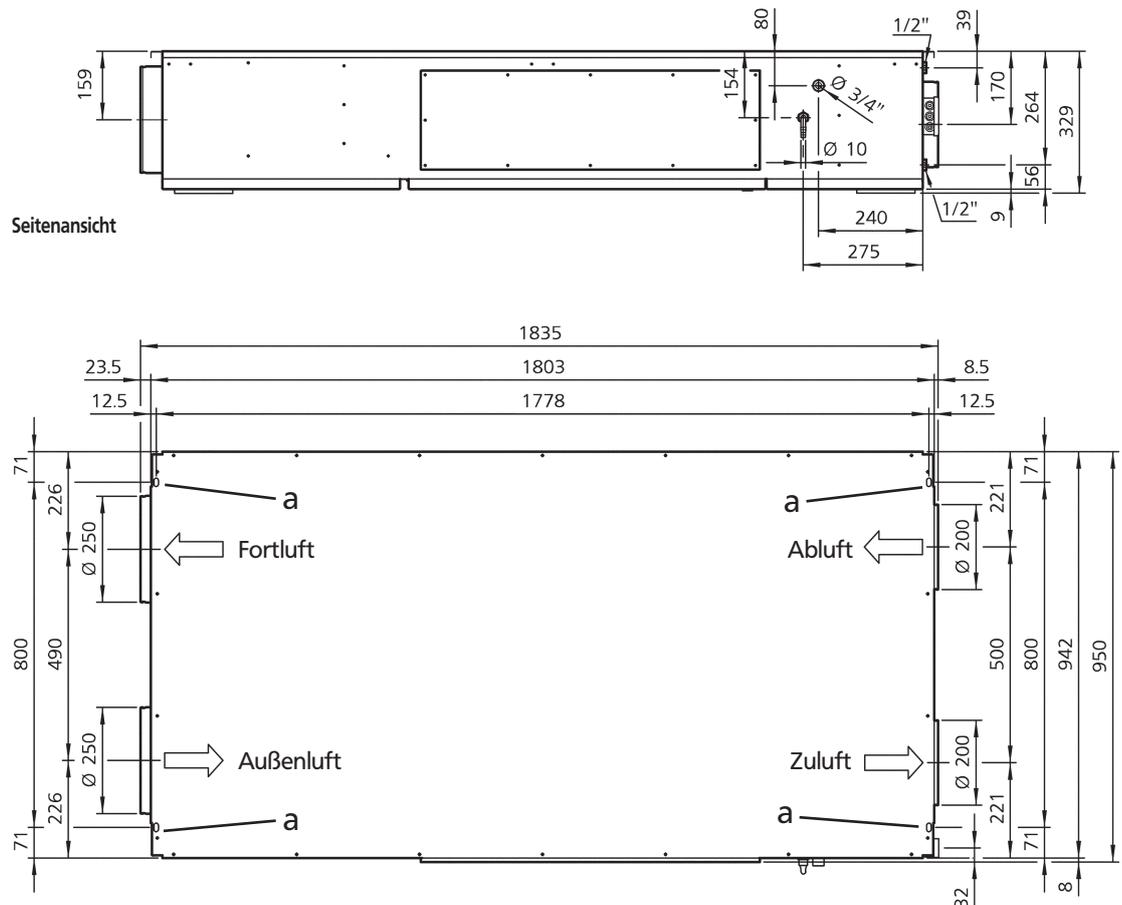

Abb. 7: Position Befestigungspunkte
Zur Aufstellung des Geräts gehen Sie wie folgt vor (s. Abb. 7):
- Bauseits ist eine geeignete Verbindung zwischen Gerät und massiver Decke erforderlich. Die korrekte Position für die Befestigungspunkte entnehmen Sie Abb. 7, s. Punkte (a).